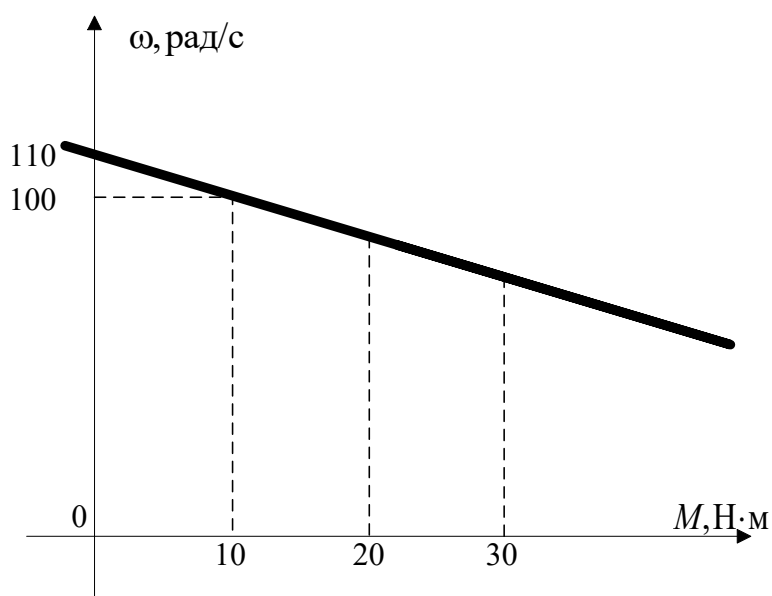

Рис. 2.2. Электромеханическая характеристика ДПТ НВ
**12.** Определите внутреннее сопротивление якорной цепи ДПТ НВ, если известно, что электромеханическая характеристика, приведенная на рис. 2.2, снята при напряжении  $U_{я.н.} = 110$  В.